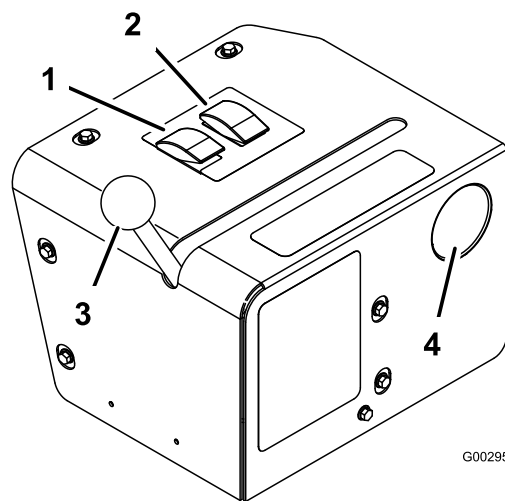

Figura 58
5. Ponga el interruptor de selección de pulverización en la posición de pulverización manual (Figura 58).
6. Mueva la palanca de control de la válvula hacia adelante a la posición de pulverización manual (Figura 58).
7. Ajuste el interruptor de control de caudal y el acelerador para aumentar o reducir la presión, dada por el manómetro, al ajuste deseado (Figura 58).